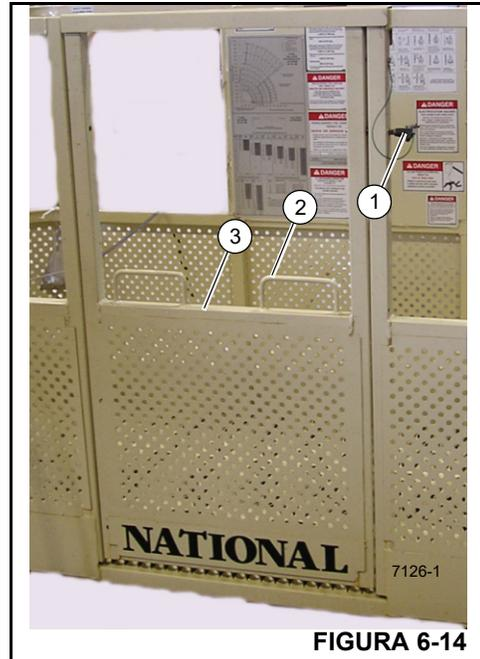

FIGURA 6-14
1. Para entrar a la plataforma, saque el pasador de bloqueo (1, Figura 6-14) de la compuerta, tire de la manija (2) hacia arriba y abra la compuerta (3).
2. Conecte el arnés de seguridad al punto de anclaje. Cierre la compuerta de la plataforma (3, Figura 6-14) levantando la manija (2) y moviendo la compuerta a la posición cerrada; vuelva a instalar el pasador de seguridad (1).